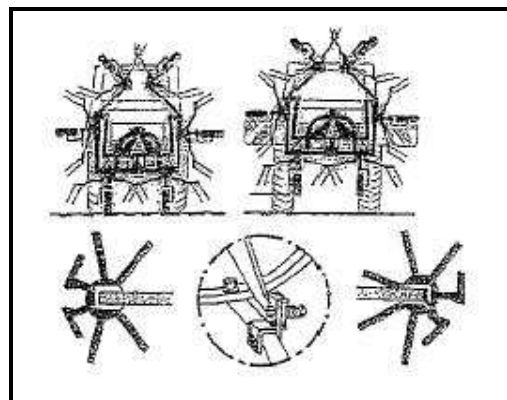

Abbildung 29
Um eine geringere Abstellhöhe (in Transportstellung) zu erreichen können die Zinkenarme der äußeren Kreisel eingeschwenkt werden. Siehe auch Kap. 9, Abb. 29.
- **je 2 Zinkenarme der beiden äußeren Kreisel einschwenken und Kreisel gegen Drehen sichern (Abb. 29, Pos. E).**